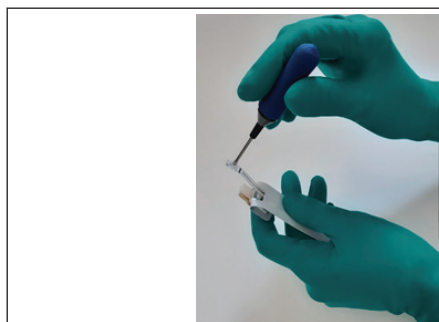

Рис. 1
- Не прикасайтесь к поверхности тест-полоски, на которой находится градиент (к стороне, противоположной шкале МИК). Для взятия тест-полосок ETEST рекомендуется использовать ручной аппликатор [например, Mini Grip-It (**рис. 1**), вакуумный пинцет NEMA C88™ (**рис. 2**), пинцет или подобное им устройство]. В случае извлечения тест-полосок ETEST вручную пинцетом или подобным устройством разрешается прикасаться только к корешкам (тому месту, на которое нанесен 2- или 3-буквенный код).